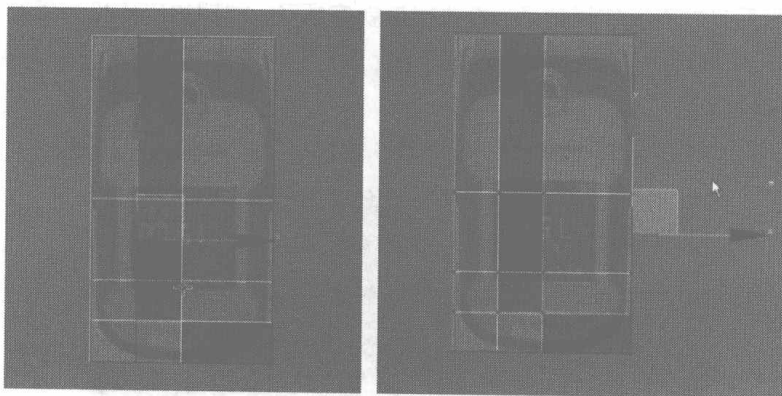

图 4.6
- 04 利用上一步骤的方法同样分别为 Box 添加细分线，然后单击 按钮，切换为节点编辑，框选如图 4.6 所示的节点，将其删除。